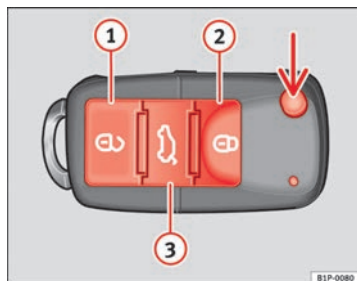

Abb. 64 Tastenbelegung
Mit der Taste \Rightarrow Abb. 64 (Pfeil) der Fernbedienung wird der Schlüsselbart ausgeklappt.
Fahrzeug entriegeln \Rightarrow Abb. 64 ①.
Fahrzeug verriegeln \Rightarrow Abb. 64 ②.
Heckklappe entriegeln. Die Taste \Rightarrow Abb. 64 ③ betätigen, bis alle Blinkleuchten am Fahrzeug kurz aufleuchten. Nach Drücken der Entriegelungstaste \Rightarrow Abb. 64 ③ können Sie die Heckklappe innerhalb von 2 Minuten öffnen. Nach Ablauf dieser Zeit wird die Heckklappe wieder verriegelt.
Zudem blinkt die Batterie-Kontrollleuchte des Schlüssels \Rightarrow Abb. 64 auf.
Bei einmaligem Drücken der Taste \Rightarrow Abb. 64 ① wird nur die Fahrertür entriegelt. Alle anderen Türen bleiben verriegelt. ▶
Bei zweimaligem Drücken der Taste  ⇒ Abb. 64  werden alle Türen entriegelt.
- Betätigen Sie die Taste  ⇒ Abb. 64 an der Funk-Fernbedienung.